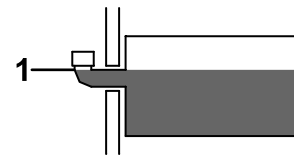

Bild 42
3. Nehmen Sie den Fülldeckel vom Hydraulikbehälter ab (Bild 42).
4. Füllen Sie den Behälter langsam bis zum Füllkrümmer mit Hochleistungshydrauliköl von BOSS (Bild 42).